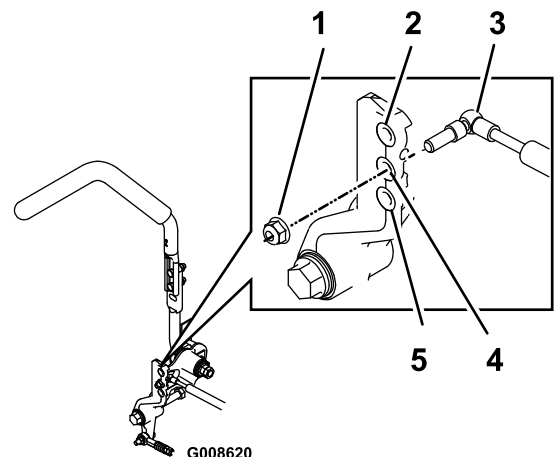

Bild 63
1. Schraube (4)
3. Entfernen Sie die Sicherungsmutter, verschieben Sie die Befestigungsschraube für den Stoßdämpfer auf die gewünschte Stellung und setzen Sie die Sicherungsmutter ein. Die Befestigungsoptionen finden Sie in Bild 63.